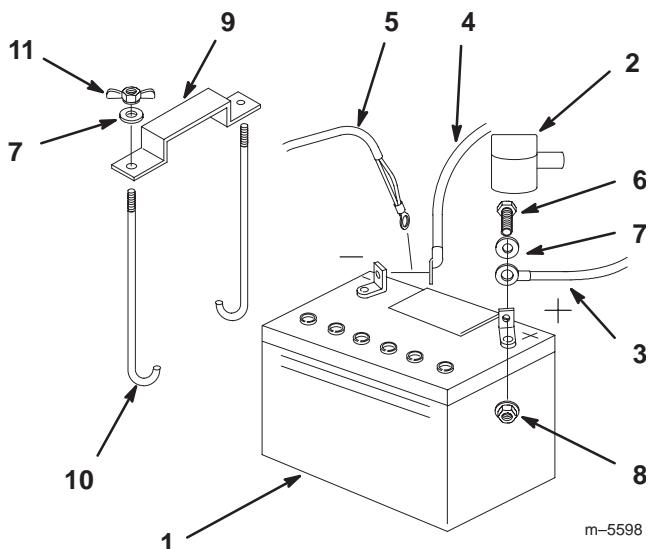

Figure 70
1. Placez la batterie dans son support en tournant les bornes vers le moteur (Fig. 70).
4. Fixez les câbles à l'aide de 2 boulons (1/4 x 3/4"), 2 rondelles (1/4") et 2 contre-écrous (1/4") (Fig. 70).
6. Fixez la batterie en position avec des boulons en J, une barrette de maintien et 2 rondelles (1/4"), ainsi que 2 écrous papillons (1/4") (Fig. 70).
3. Débranchez d'abord le câble négatif et le câble de masse de la borne négative (-) de la batterie (Fig. 70).
4. Ôtez le capuchon rouge de la borne positive (rouge) de la batterie. Retirez ensuite le câble positif (rouge) de la batterie (Fig. 70).
5. Retirez les deux écrous papillons (1/4") de fixation de la barrette de maintien de la batterie (Fig. 70).